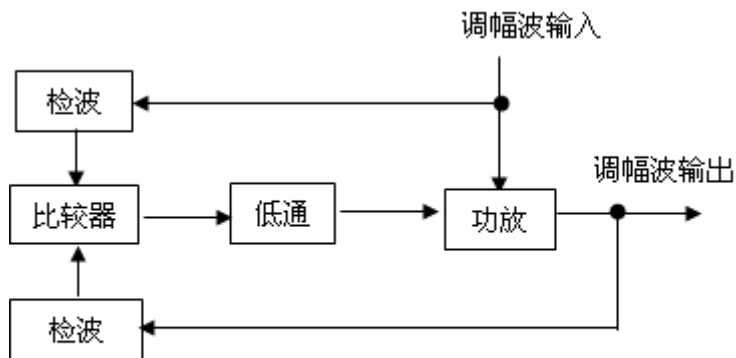

图 p8-2 调幅负反馈环路 (AMFB)
**例 8-2** 调幅负反馈的组成如图 p8-2 所示，试分析它是如何利用包络负反馈来克服高频功率放大器的非线性失真并稳定输出功率的？